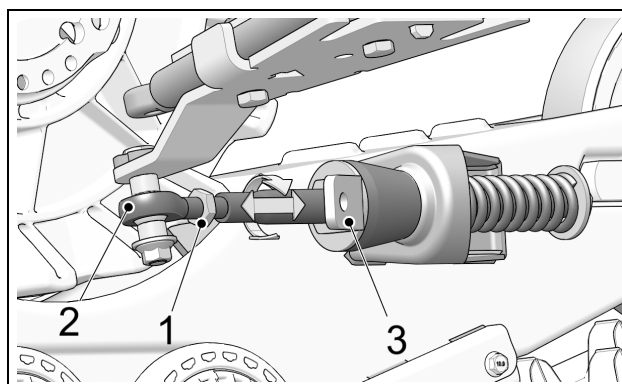

Figure 5
- Desserrer le contre-écrou (1) de l'embout à rotule. Ajuster la longueur de l'embout (2) en tournant le support de limiteur de conduite (3) au bras stabilisateur à l'aide d'une clé jusqu'à ce que la bulle du niveau soit centrée. Figure 5.